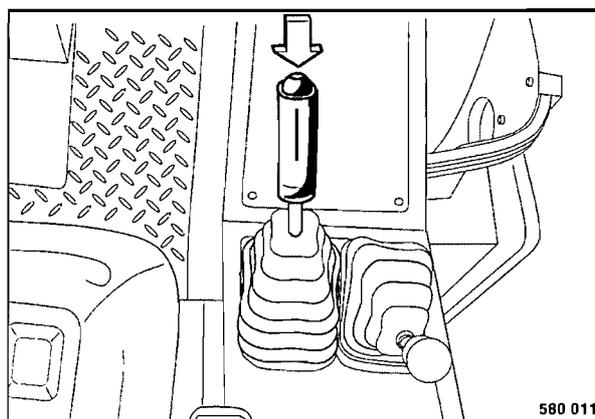

Fig. 44
- Al accionar el pulsador (Fig. 44) en la palanca de marcha durante el servicio de traslación el rodillo será excitado.